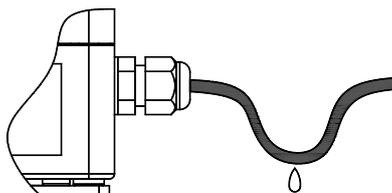

Рис. 8.8
8.4.6 Для предотвращения скапливания конденсата непосредственно перед герметичным вводом и попадания внутрь ПМ влаги рекомендуется сделать небольшой прогиб кабеля (см. рис. 8.8).
8.9.2 Установка контроля обрыва линии дискретного выхода и линии сигнала признака реверса осуществляется путём установки в требуемое положение джампера ХТ7 для канала G1, ХТ8 для канала G2, ХТ9 для линии сигнала признака реверса (см. рис. 8.8):